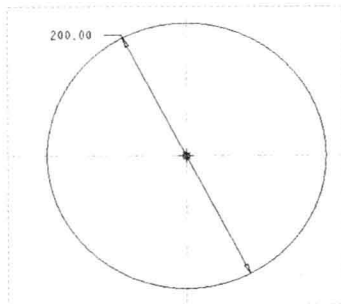

图 7-55 绘制截面
Step 04 接受默认的草绘视图方向和参考，单击“草绘”按钮，进入草绘环境，单击“草绘”选项卡中的相应按钮，绘制截面，如图 7-55 所示。